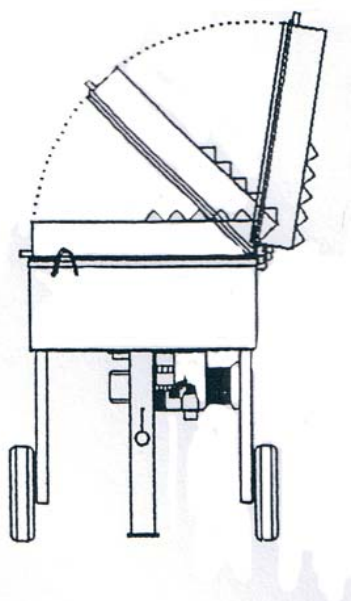

Fig. 4a
2. Løsn skruen i låsen på gitterlåget således gitterlåget kan åbnes. Fig. 4a